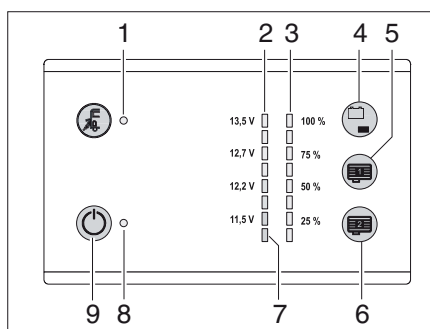

Fig. 94 Panneau de contrôle LT 101 / LT 102
Le niveau de remplissage du réservoir d'eau peut être interrogé avec le champ de détection du capteur (Fig. 94,4).
- Toucher le champ de détection du capteur (Fig. 94,4): le niveau de remplissage du réservoir d'eau est affiché en quatre niveaux avec les DEL (Fig. 94,3) (25 % à 100 %).
Les niveaux de remplissage des réservoirs d'eaux usées intérieurs (équipement spécial) peuvent être interrogés avec les champs de détection de capteurs (Fig. 94,5 et 6).
- Toucher le champ de détection du capteur (Fig. 94,5 ou 6): le niveau de remplissage du réservoir correspondant est affiché en quatre niveaux avec les DEL (Fig. 94,3) (25 % à 100 %).
La DEL d'avertissement rouge (Fig. 94,7) clignote dès que la charge de la batterie de cellule descend en dessous de 11 V (mesurée en marche) et qu'il y a risque de décharge profonde de la batterie.
Avec le champ de détection du capteur (Fig. 94,4), on peut interroger l'état de charge de la batterie de cellule.
Affichages: ■ Toucher le champ de détection du capteur (Fig. 94,4): L'état de charge de la batterie de cellule est affiché.
L'interrupteur principal 12 V (Fig. 94,9) établit ou coupe le panneau de contrôle et l'alimentation 12 V de la cellule.
- Toucher le champ de détection du capteur (Fig. 94,9): l'alimentation 12 V de la cellule est enclenchée. Le voyant de contrôle (Fig. 94,8) s'allume en vert.
- Toucher à nouveau le champ de détection du capteur (Fig. 94,9): l'alimentation 12 V de la cellule est coupée. Le voyant de contrôle 12 V (Fig. 94,8) s'éteint.
- ▷ Si la DEL d'avertissement de décharge profonde (Fig. 94,9) clignote, l'alimentation ne peut pas être enclenchée, la tension de batterie étant trop faible.